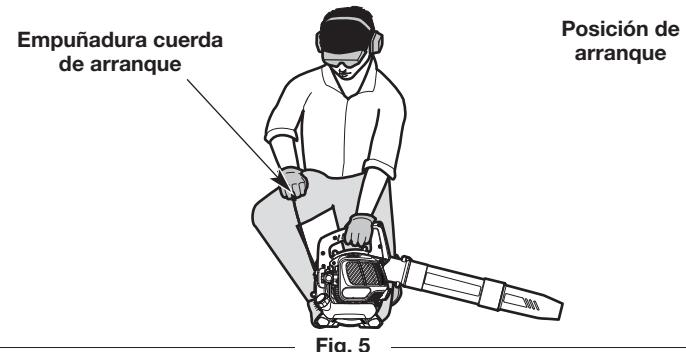

Fig. 5
**ADVERTENCIA:** Se debe evitar arrancar accidentalmente la unidad. A fin de evitar que se produzcan lesiones graves, el operador y la unidad deben estar en una posición estable cuando se jala la cuerda de arranque (Fig. 5).
5. Agacharse en la posición de arranque (Fig. 5).
6. Apriete y mantenga oprimido el control del acelerador (Fig. 3). Tire de la cuerda de arranque con un movimiento firme y controlado **5 veces** (Fig. 5).